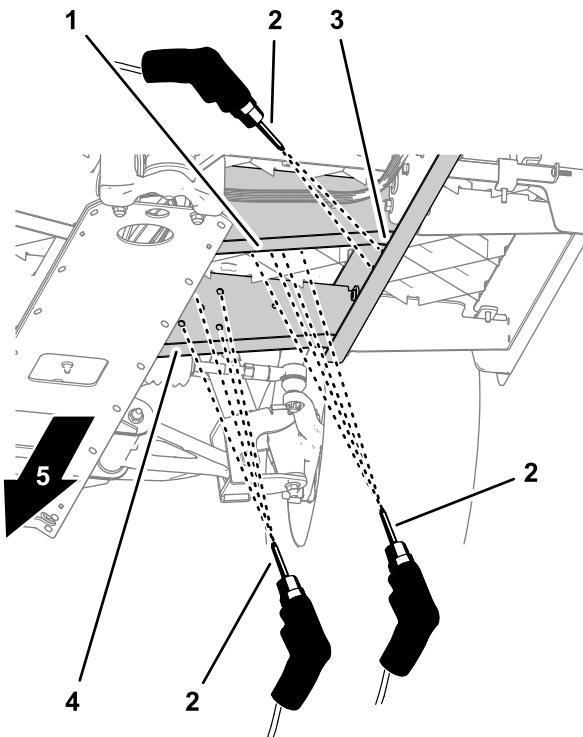

图 18
- 使用 8mm 钻头根据中心冲标记在侧机架槽和底板槽上钻孔图 18。